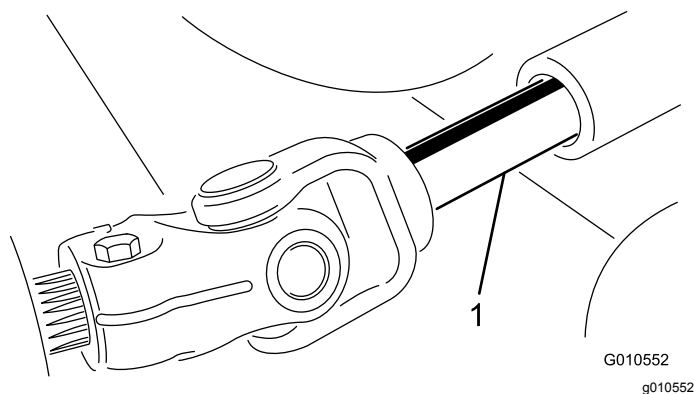

Figure 25
3. Éloignez l'unité de coupe de la machine, en séparant les parties mâle et femelle de l'arbre de PDF (Figure 25).
3. Insérez l'arbre de PDF mâle dans l'arbre de PDF femelle (Figure 25).